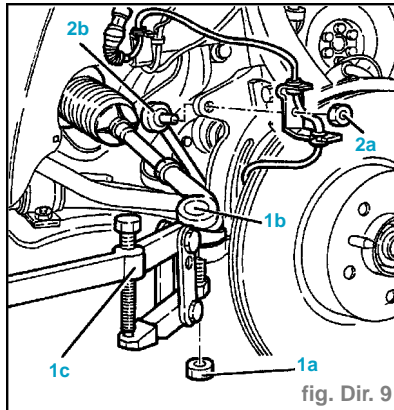

fig. Dir. 9
- Dévisser l'écrou (1a) et débrancher les entretoises (1b) des montants de roues en utilisant l'outil **1.821.169.000** (1c) (fig. Dir. 9).